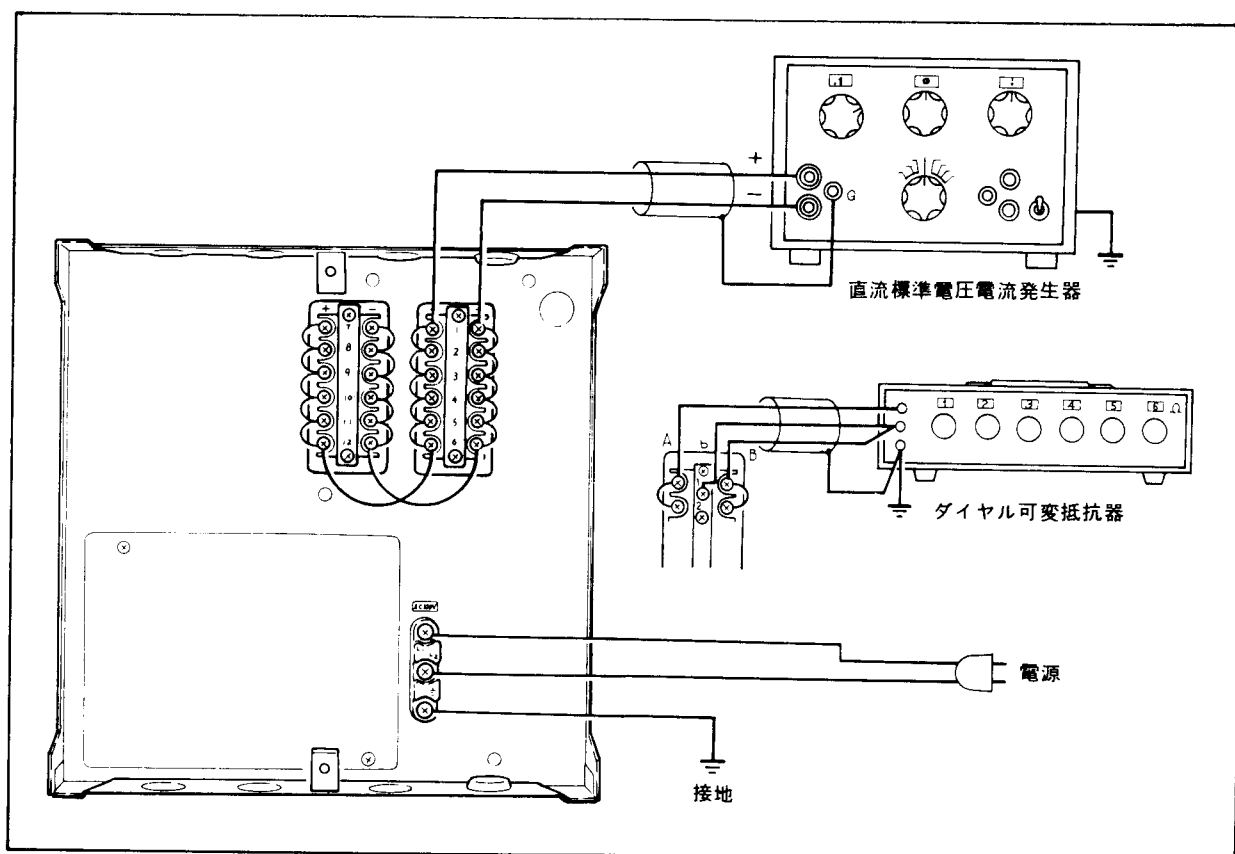

図13-2 打点記録計
- (1) 図13-2のように配線し、充分ウォームアップします(30分以上)。リード線抵抗は実配線と同等にします。
- (2) 記録紙の0%と打点ピンの先(ペン書き記録の場合ペン先)、および指針と目盛板の0%が一致していることを確認します。一致していなかったら、14-1項を参照して合わせます。
- (3) 電源、室温、湿度等が正常動作条件内にあることを確認します。
- (4) 目盛板上の0, 25, 50, 75, 100%の各点に対して相当する入力を、0%側から増加させて加えます。0, 25……%の位が目盛板上で読みづらい時は、近くの見目盛を使って校正します。指針の読みから誤差を計算します。
- (5) 同様に、100, 75, …… 0%の入力を100%から減少させて加え、誤差を計算します。
- (6) 誤差が大きい場合は、13-2項に従って調整します。
- (7) 上昇と下降の差が0.2%以上の場合も、GAIN調整をします。
- (8) 入力端子は全て並列に接続してもよいし(測定点切換スイッチの状態も併せて校正できる)1つの測定端子のみ接続した状態で、その打点1%の時記録スイッチをOFFにして校正してもよい。(他の打点1%でも同じ結果が得られるはずです。)
- (9) 電流入力では、必ず各測定端子ごとに電流を流して校正します。